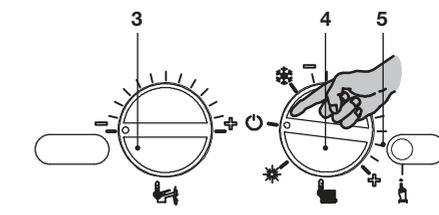

Рисунок 5.52
- Чтобы выйти из режима программирования, установите переключатель функций 4 так, как показано на рисунке (см. Рисунок 5.52).